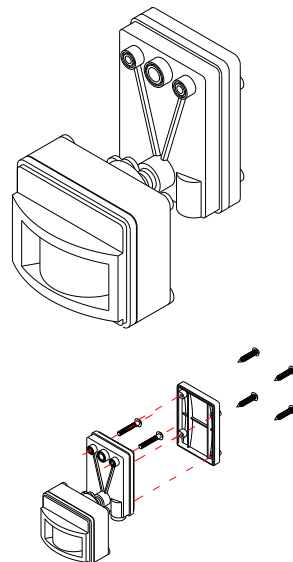

Рис.1
1. Установите сенсор на прожекторе, для этого: снимите с прожектора клеммную коробку, на её место при помощи винтов установите сенсор (см. Рис.1).